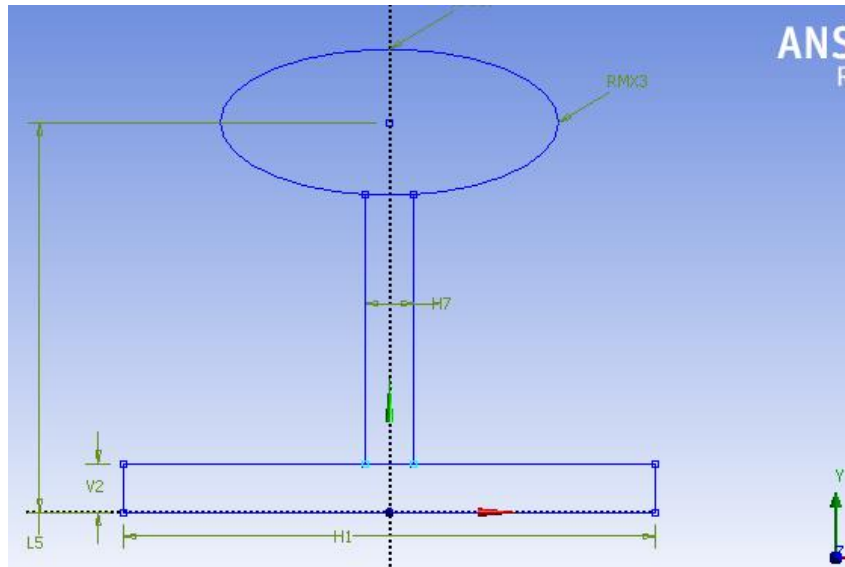

Рис. 5.
3.3.10. Наступним кроком будемо перемичку рейки. З цією метою знову вибираємо інструмент **Rectangle** і розташовуємо прямокутник так, як показано на рис. 5.